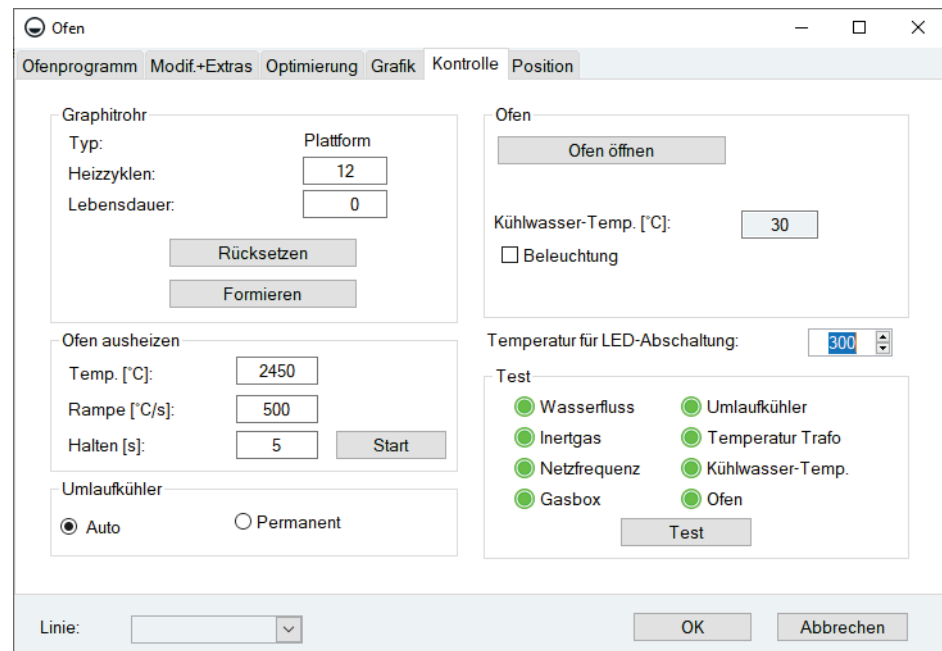

Bild 42 Dialogfenster Ofen / Kontrolle
1. Graphitrohrföfen öffnen mit Schaltfläche [OFEN ÖFFNEN] im Fenster OFEN / KONTROLLE (Bild 42 S.64).